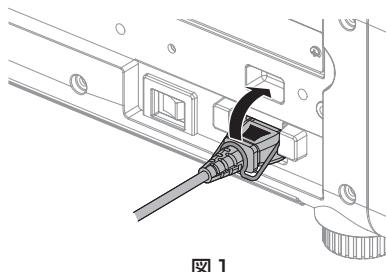

図1
- 2) 電源コードを固定している電源コードホルダーを上に持ち上げる（図1）